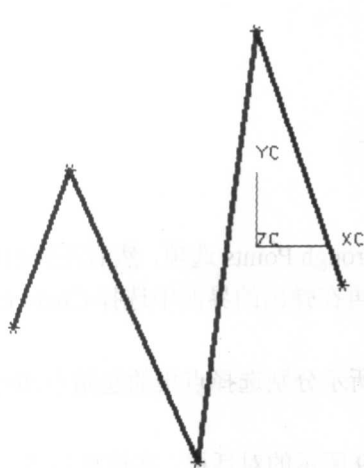
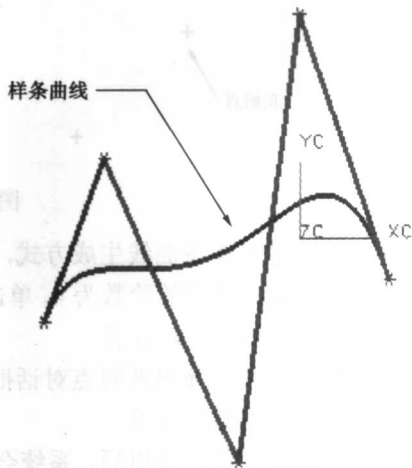

图 1-4 输入样条点
图 1-5 建立样条曲线
- 在弹出点构造器以后, 根据需要在屏幕中输入至少 4 个点, 如图 1-4 所示。然后单击点构造器的 OK 按钮。这时系统会弹出确定样条曲线对话框, 单击 Yes 按钮, 就生成了如图 1-5 所示的样条曲线。